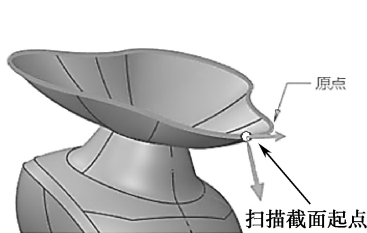

图 7-161 选取扫描轨迹
(8) 参考上一步骤，单击【模型】→【形状】模块的【扫描】，按住 Shift 键，如图 7-161 所示，依次选取“扫描 1”曲面的上边界做为扫描轨迹。注意将起点设置为如图箭头所指示的位置。同时绘制如图 7-162 所示的扫描截面线，生成“扫描 2”曲面。